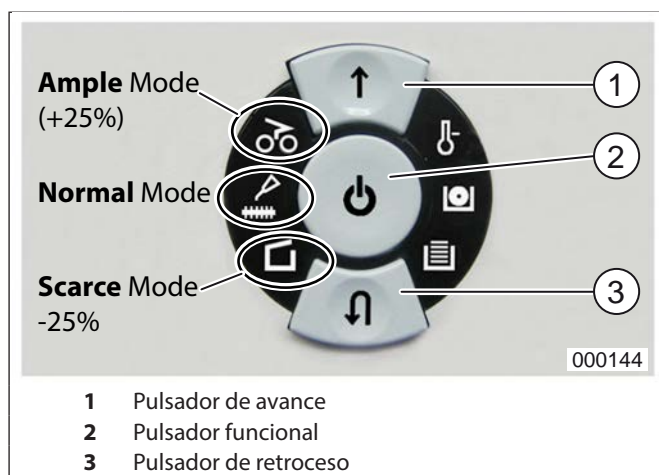

Fig. 5 Modificación del caudal de aceite
3. Mantenga accionados a la vez el pulsador de avance (Fig. 5/1) y el de retroceso (Fig. 5/3).
4. Pulse y vuelva a soltar también el pulsador de función (Fig. 5/2).
6. Accione **dos veces** el pulsador de avance (Fig. 5/1).
7. Accione repetidamente el pulsador de función (Fig. 5/2) hasta que se ilumine el nivel del caudal de aceite deseado (Fig. 5).
Si desea continuar con el triturado, vuelva a encender la máquina: Accione brevemente el pulsador funcional (Fig. 5/2).